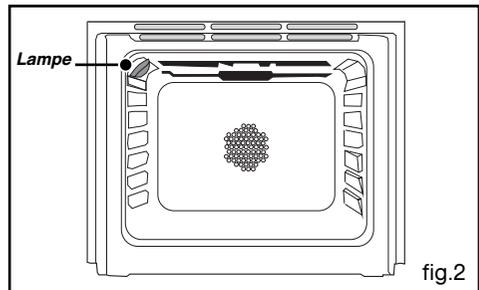

fig.2
#### • **Grille sécurité anti-basculement fig.2**
- Desserrez les vis du serre-câble (fig.2).
- Introduisez le câble d'alimentation par le côté du capot et dans le serre-câble situé à droite du bornier. (Reportez-vous au tableau de la page précédente pour le choix de la section du câble) (fig.2).
#### **A l'intérieur du four (fig. 2) :**